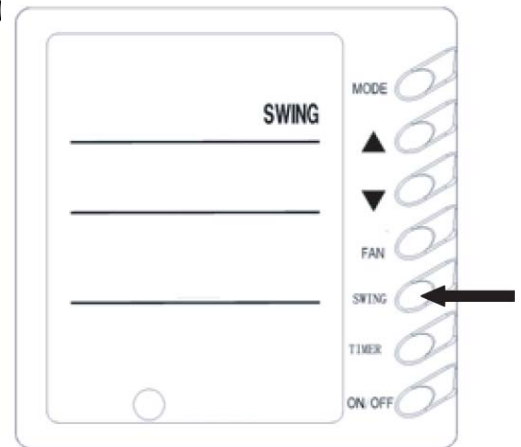

Fig. 5
4) Programación del movimiento de las lamas / SWING (Fig.5)